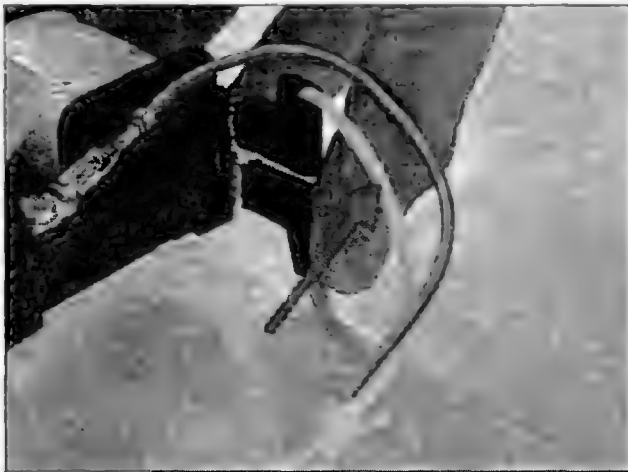

Рис. 2.6.14
- Отгибают нижнюю клемму (рис. 2.6.14).